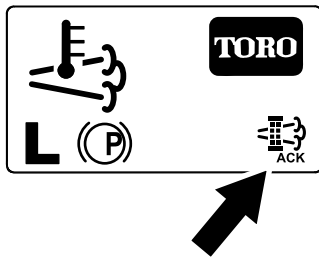

Figura 67
- El InfoCenter muestra la página de inicio y el icono de reconocimiento de regeneración (Figura 67) aparece en la esquina inferior derecha de la pantalla mientras se procesa la regeneración.